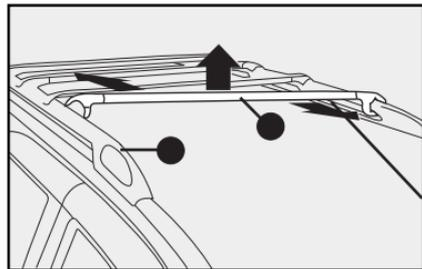

fig. 112
2) Posicione las barras transversales **A-fig. 112** en las barras longitudinales instaladas en el techo del vehículo, encajando las extremidades de las abrazaderas y haciendo coincidir la numeración estampada en los alojamientos de las barras longitudinales **B-fig. 112** (ejemplo: la barra transversal número 1 debe ser instalada en los alojamiento número 1)